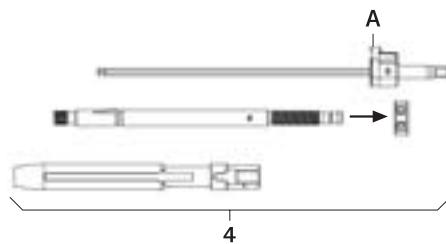

Fig. 2
- Démonter le levier de réduction 4, voir Fig. 2: presser fortement le bouton A et retirer le tournevis FW234R.